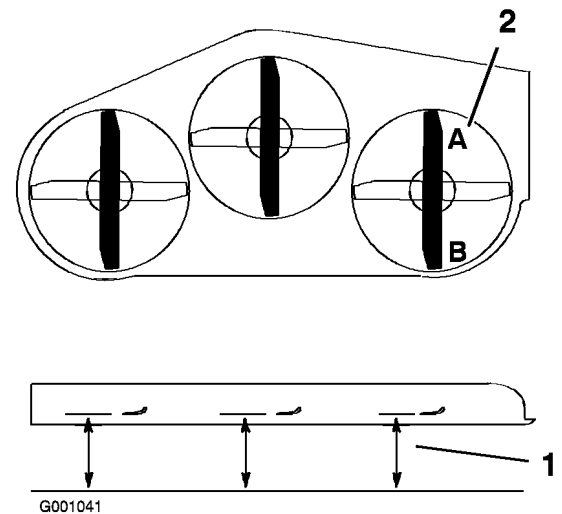

Figura 79
- Coloque la cuchilla derecha en posición longitudinal (Figura 79).
- Mida la cuchilla derecha en la posición A desde una superficie nivelada hasta el filo de corte del extremo de la cuchilla (Figura 79).
- Mida la cuchilla derecha en la posición **B** desde una superficie nivelada hasta el filo de corte del extremo de la cuchilla (Figura 79).
- La cuchilla del cortacésped debe estar entre 6 y 10 mm más baja en la posición **A** que en la posición **B** (Figura 79). Si no es correcta la distancia, continúe con los pasos siguientes.